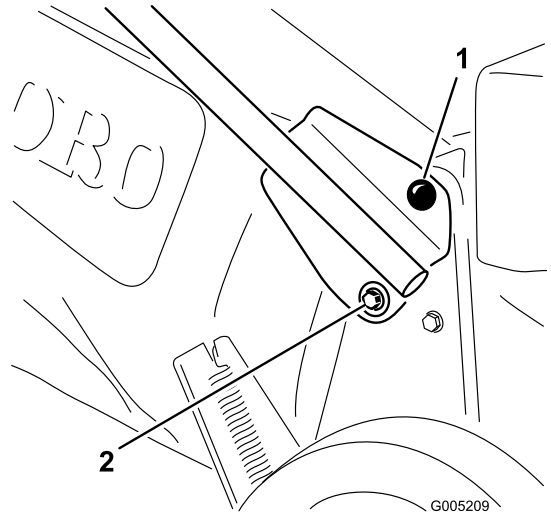

Figura 3
3. Girate la stegola riportandola nella posizione di servizio, e montate i dispositivi di fissaggio come illustrato (Figura 3).